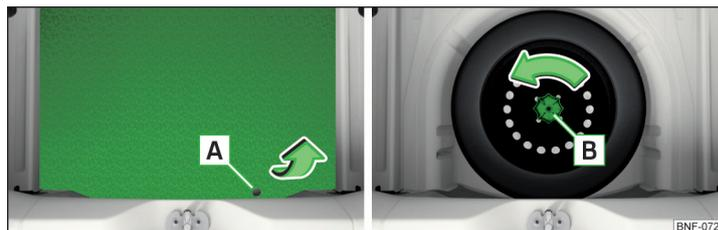

Fig. 118 Retirer la roue
Soulevez le revêtement du plancher au niveau de l'évidement **A** » fig. 118 à la page 128.
La roue de secours se trouve dans un logement sous le revêtement du plancher du coffre et est fixée par un écrou spécial » fig. 118.
- Saisissez et soulevez le revêtement de plancher du coffre à bagages au niveau de **A** » fig. 118.
- Visser l'écrou **B** dans le sens inverse de la flèche » fig. 118 jusqu'à ce que la roue soit bien fixée.